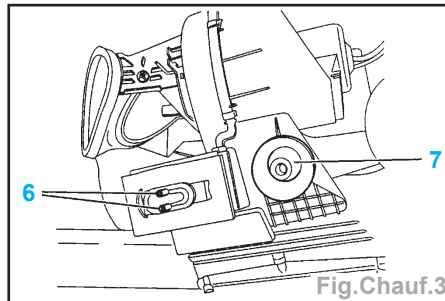

Fig.Chauf.3
- Vérifier la présence des fixations (6) et de la fixation extensible (7) avant la remise en place du climatiseur (Fig.Chauf.3).